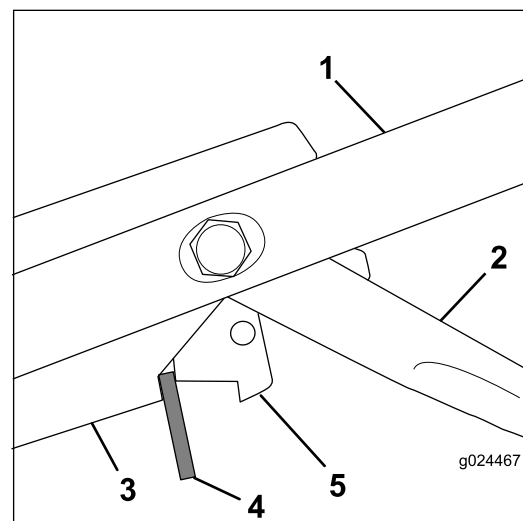

Figura 31
3. Inserire un distanziale spesso 8 mm tra la leva di comando del freno della lama e la staffa di comando sulla stegola (Figura 31).